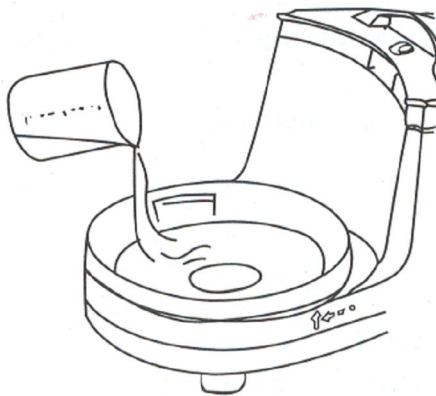

Рис. 3 Наполнение резервуара водой
- 6) Наполните резервуар корпуса чистой водой до поднятия поплавка: **250 мл** (см. рис.3);